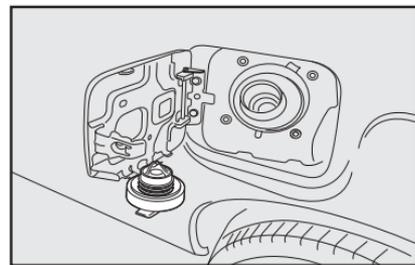

fig. 82
- após a retirada da tampa, encaixe-a no suporte existente na portinhola **fig. 82**.